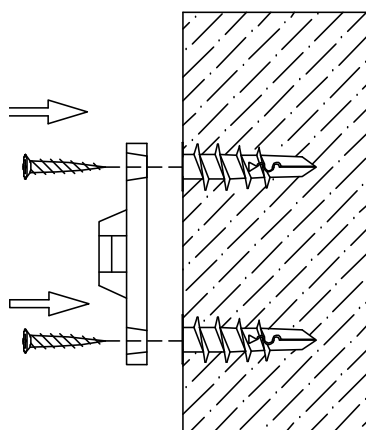

Figura 1
2) MONTAJE DEL SOPORTE LATERAL DE LA PARED: Posicionar el soporte lateral de la pared a lo largo de la marca de la viga seleccionada para que quede adyacente al soporte lateral del mueble cuando se mueva a su posición definitiva. El soporte debe estar aproximadamente UNA pulgada más abajo que la parte superior externa. Usar los DOS tornillos para montaje en viga para asegurar el soporte a la pared al instalar el anclaje para muro seco. Recordar colocar el soporte en posición vertical para que ambos tornillos se enganchen en la viga seleccionada de la pared (ver la Figura 1).